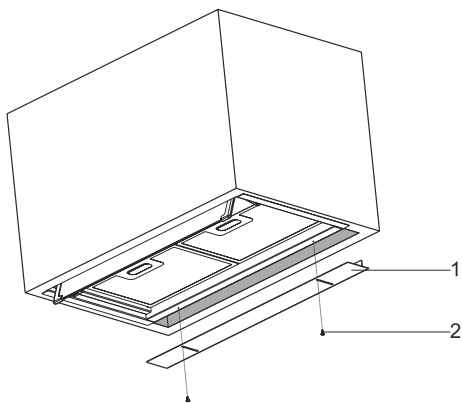

Fig. 13
4. ➔ El cuarto es el espacio entre la superficie posterior de la cubierta y la pared, fije la placa espaciadora suministrada a la superficie inferior de la cubierta para llenar el espacio. Fig. 13